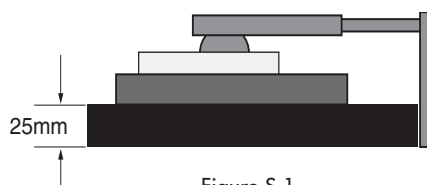

Figure S.1
3. Placez le moniteur la face vers le bas sur une surface non abrasive (placez l'écran sur une plate-forme de 25 mm de manière à ce que le support soit parallèle à la surface) (**Figure S.1**).